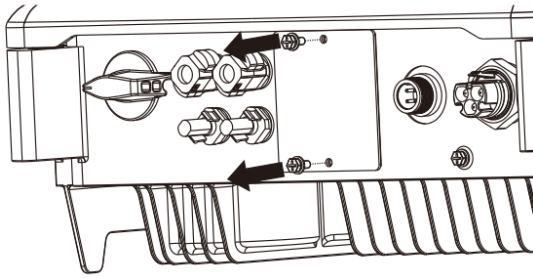

Abb. 29. Abdeckplatte entfernen
2. Abdeckplatte von Gehäuseboden entfernen. (siehe Abb. 29)